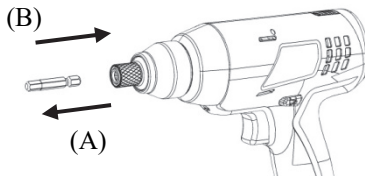

Figura 4
1. Saque el mandril como se ve en la Figura 4 (A)
2. Inserte la broca en el mango hexagonal como se ve en la Figura 4 (B) y libere el mandril para fijar la broca.